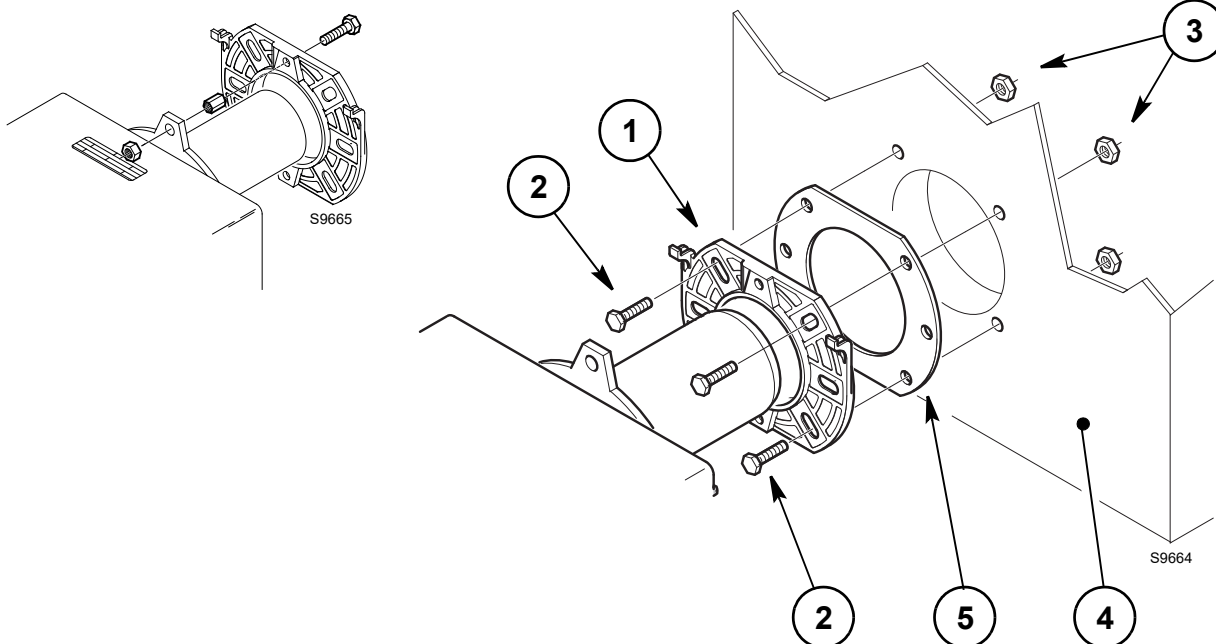

Fig. 8
- inserire sulla flangia 1)(Fig. 8) la vite 2) e i due dadi 3).
- Fissare alla portina della caldaia 4)(Fig. 8) la flangia 1) mediante le viti 2) e (se necessario) i dadi 3) interponendo lo schermo isolante 5).